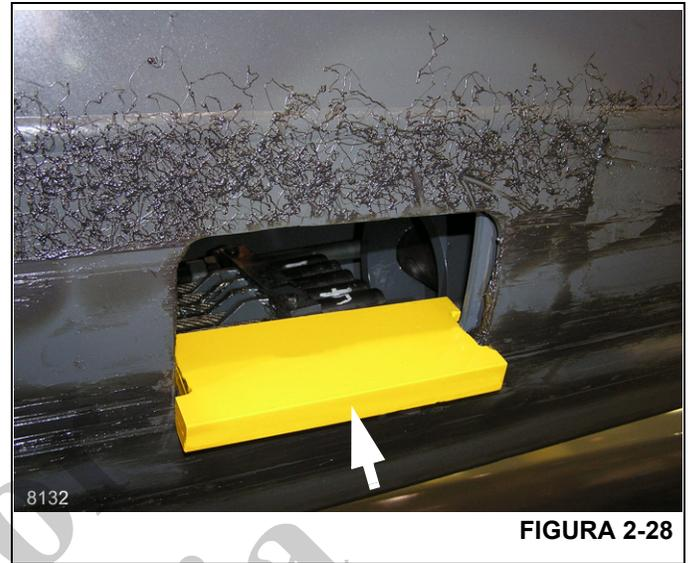

FIGURA 2-28
3. Instale la herramienta para válvula de retención telescópica, N/P 80041761 (vea la Figura 2-28). Mientras mantiene la herramienta en posición, haga que un ayudante retraiga la sección 3 para bloquear la herramienta en su lugar.
5. Desenrosque la válvula de retención de su bloque de lumbreras. (Vea la Figura 2-28 y la Figura 2-39.)